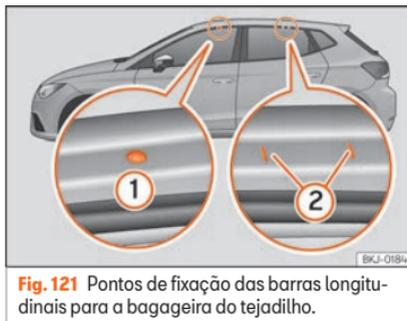

Fig. 121 Pontos de fixação das barras longitudinais para a bagageira do tejadilho.
Os pontos de fixação dianteiros e traseiros ① e ② só se podem ver com as portas abertas » Fig. 121.